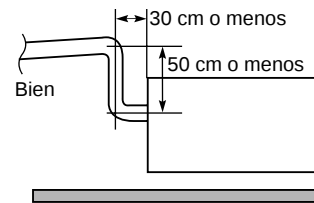

Fig. 3-65-2
- Si es necesario incrementar la altura del tubo de drenaje, podrá levantarse la sección que está directamente debajo del orificio de conexión en un máximo de 50 cm. No la levante más de 50 cm, porque podrían producirse fugas de agua. (Fig. 3-65-2)